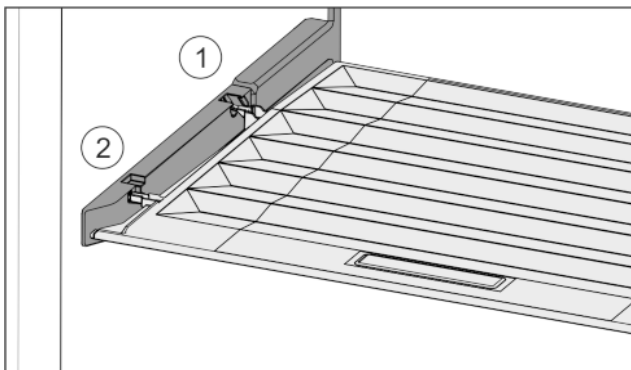

Fig. 31
- ▶ Вставити поперечні ребра через отвір заднього тримача Fig. 31 (1) і зафіксувати спереду у тримачі Fig. 31 (2).